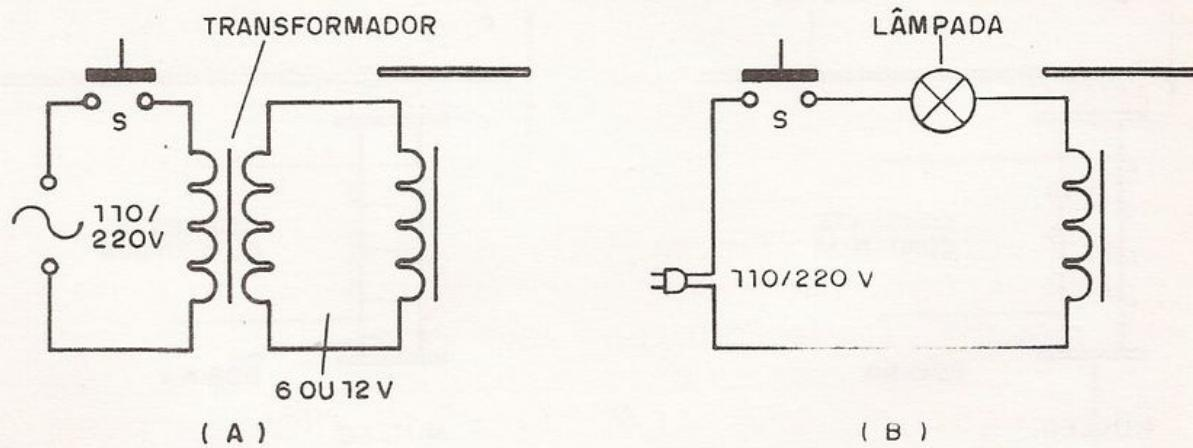

figura 2
- Alimentar com um transformador de 6 ou 9 volts., conforme mostra a figura 2(a) e
- Ligar em série um dispositivo redutor de corrente, como uma lâmpada, mostrada na figura 2(b).